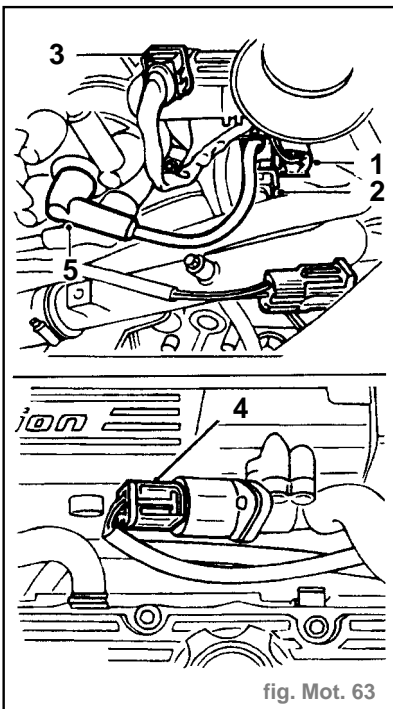

fig. Mot. 63
- Débrancher le tuyau d'arrivée de carburant du collecteur de carburant et jeter le joint torique (2).
- Débrancher la fiche multibroches du faisceau d'injecteur (1) (fig. Mot. 63).
- sonde IAT (5).
- Débrancher la fiche multibroches de sonde HO2S du faisceau de moteur (6).
- Débrancher la fiche multibroches de la soupape IACV (4) (fig. Mot. 63).